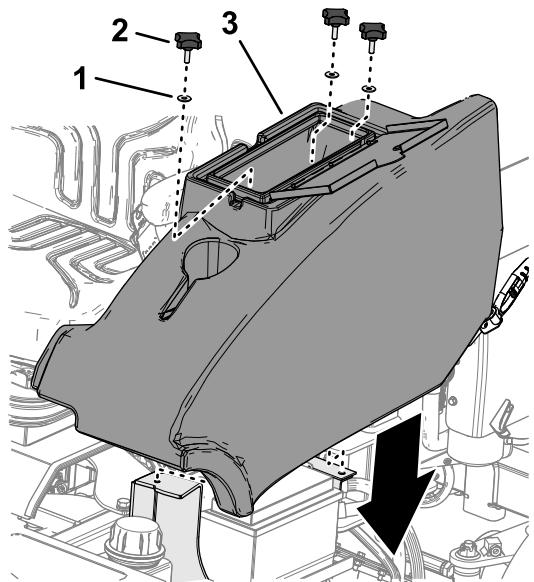

Figura 46
2. Montate il vano portaoggetti alla macchina con le 3 manopole e le 3 rondelle (Figura 46).